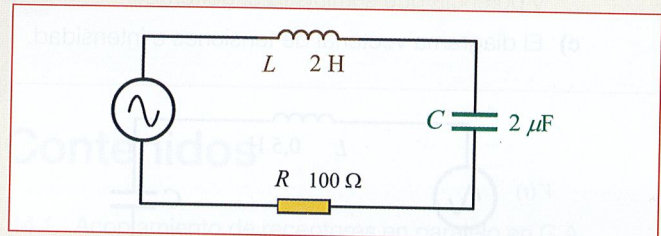

Figura 13.43.
13.3. El circuito de la Figura 13.43 se alimenta con una fuente de tensión de valor eficaz 100 V.